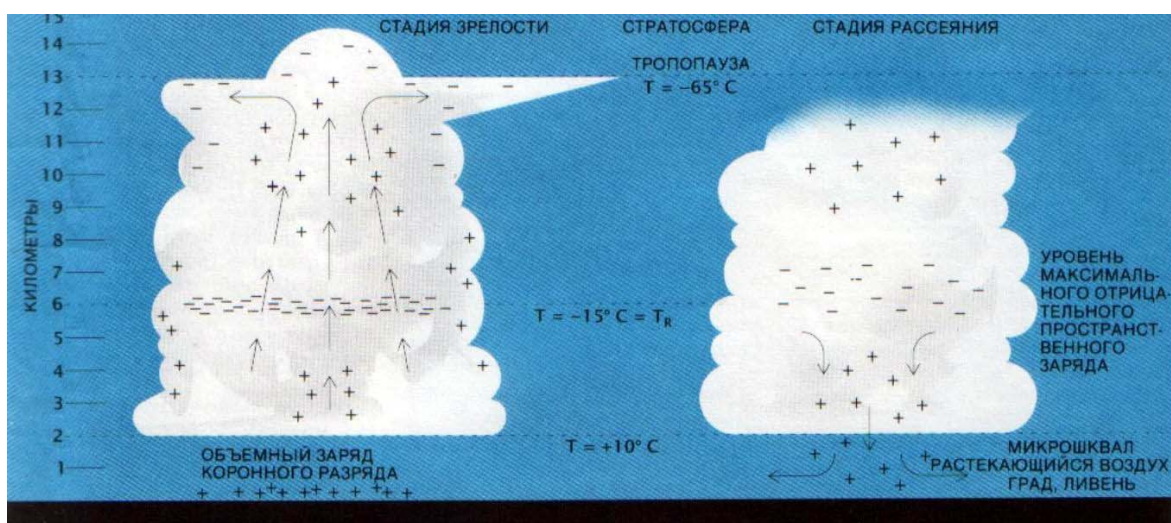

Рис.2.5. Электризация облаков
Площадь океанов и морей составляет 71 % поверхности земного шара. Каждый кв. см поверхности Земли в течение года в среднем получает 460 кДж солнечной энергии. Подсчитано, что из этого количества 93 кДж/(кв.см/год) расходуется на испарение воды с поверхности водных бассейнов. Поднимаясь вверх, водяные пары охлаждаются и конденсируются в мельчайшую водяную пыль, что сопровождается выделением теплоты парообразования (2260 кДж/л). Образовавшийся избыток внутренней энергии частично расходуется на эмиссию частиц с поверхности мельчайших водяных капелек. Для отделения от молекулы воды протона (H) требуется 5,1 эВ, для отделения электрона —12,6 эВ, а для отделения молекулы от кристалла льда достаточно 0,6 эВ, поэтому основными эмитируемыми частицами являются молекулы воды и протоны. Количество эмитируемых протонов пропорционально массе частиц. Результирующий поток протонов всегда направлен от более крупных капелек к мелким. Соответственно более крупные капельки приобретают отрицательный заряд, а мелкие — положительный. Чистая вода — хороший диэлектрик и заряды на поверхности капелек сохраняются длительное время. Более крупные тяжелые отрицательно заряженные капельки образуют нижний отрицательно заряженный слой облака. Мелкие легкие капельки объединяются в верхний положительно заряженный слой облака. Электростатическое притяжение разноименно заряженных слоев поддерживает сохранность облака как целого (рис. 2.5).